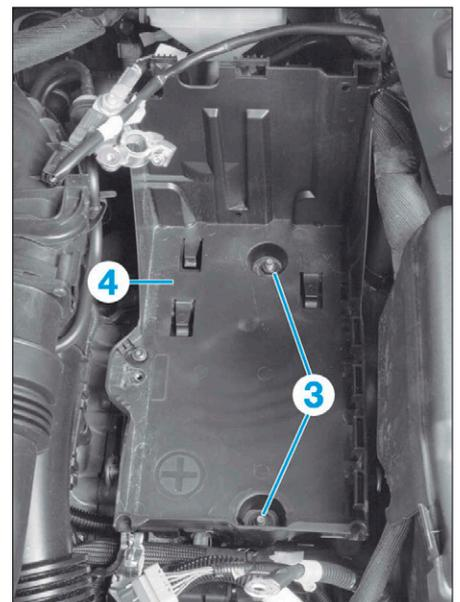

FIG. 27
- Dégrafer et déposer le cache batterie (2).
- les écrous (3) (Fig.27),
- le bac (4),